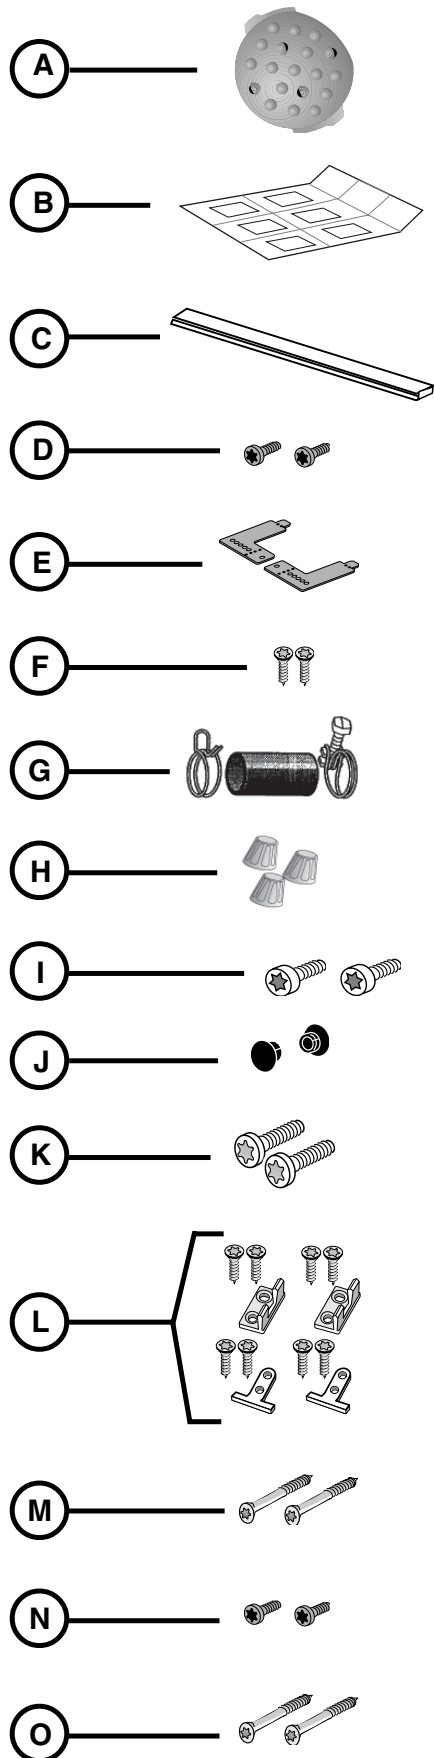

Figure 1/Ilus. 1
Accessory Parts for your dishwasher will come in one or more plastic bags. Check to make sure that the parts shown in Figure 1 are included with your model (NOTE: Illustrations are not to scale). If any parts are missing, contact your dealer immediately.
- Extra Tall Item Sprinkler (Figure 1, letter A)
SHI and SHV models also have SHI/SHV Panel Installation Template Sheet (Figure 1, letter B).
SHY66 and SHX56 models also have a Cotton Insulation Strip (Figure 1, letter C).
Les pièces pour le lave-vaisselle sont dans un ou plusieurs sacs en plastique. S'assurer que toutes les pièces illustrées à la figure 1 sont comprises avec le modèle. (REMARQUE : Les illustrations ne sont pas à l'échelle.) S'il manque des pièces, communiquer avec le marchand immédiatement.
(Figure 1, lettre A)
Modèles SHI et SHV ont aussi un gabarit pour installation de panneau SHI/SHV (Figure 1, lettre B).
Modèles SHY66 et SHX56 ont aussi une bande d'isolation en coton (Figure 1, lettre C).
Los Accesorios para su lavadora se empacaron en una o más bolsas de plástico. Revise que se incluyeron con su modelo todas las piezas que se muestran en la Ilustración 1 (NOTA: Los gráficos se muestran fuera de proporción). Si faltan piezas, comuníquese al respecto inmediatamente con el vendedor.
- Una Boquilla Regadera para Piezas Extra Altas (Ilustración 1, artículo A)
Los modelos SHI y SHV también incluyen una Hoja Patrón para la Instalación del Panel (Ilustración 1, artículo B).
Los modelos SHY66 y SHX56 también incluyen una Tira Aislante de Algodón (Ilustración 1, artículo C).